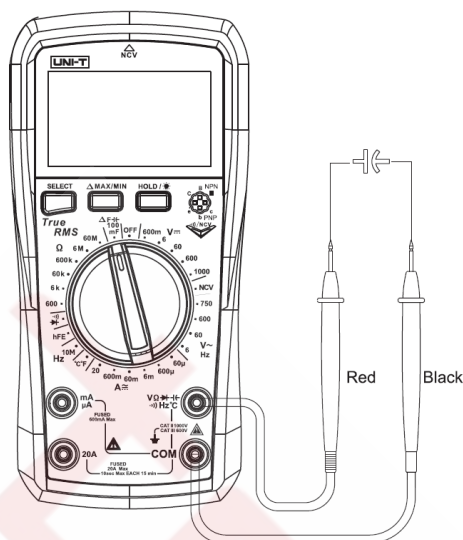

Рисунок 6
6. Измерение емкости (Рисунок 6)